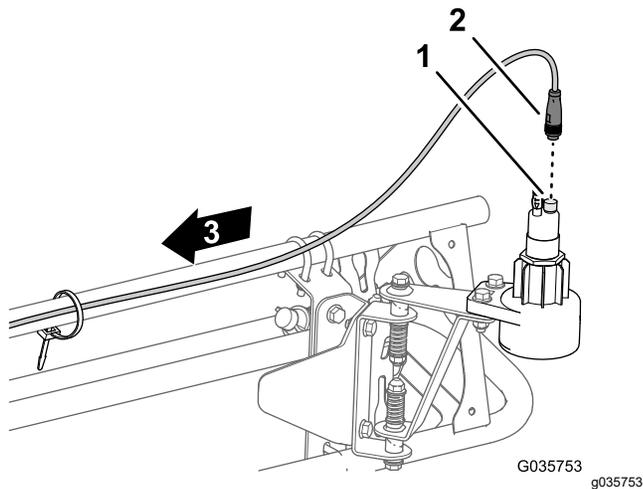

Figure 22
- Branchez le connecteur à 4 douilles du faisceau du capteur au connecteur à 4 broches du capteur (Figure 22).